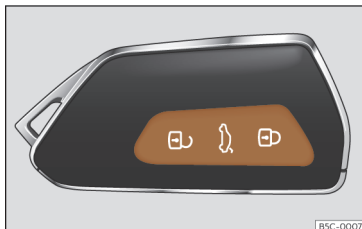

Fig. 75 Chave com comando à distância: botões.
- Trancar: pressione o botão » **Fig. 75**.